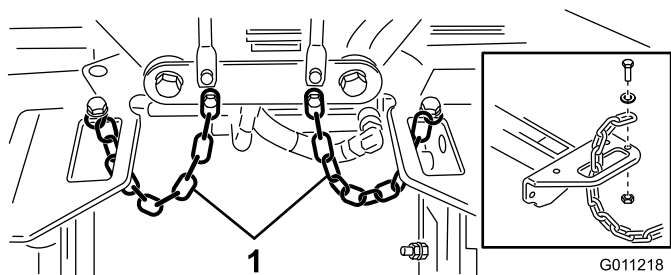

Figura 19
4. Fate passare le catene del ribaltatore attraverso l'apertura presente sull'estremità di ogni telaio portante. Fissate le catene del ribaltatore alla parte superiore del telaio portante per mezzo di un bullone, una rondella e un dado di bloccaggio (Figura 19).